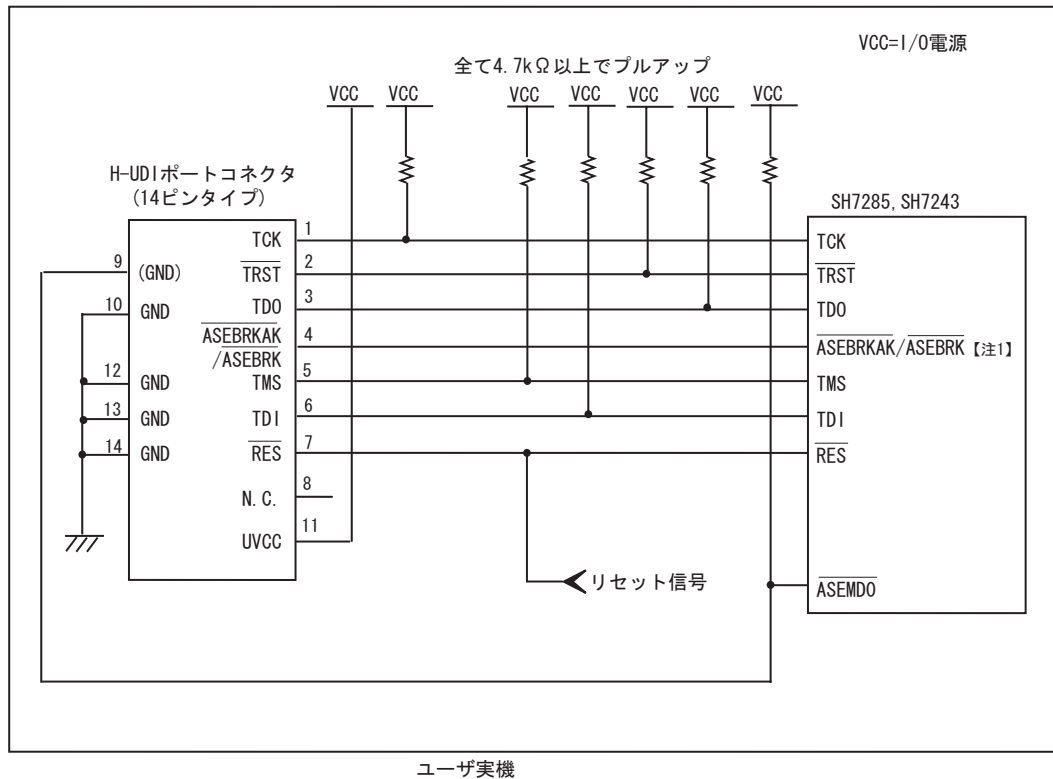

図 1.8 E10A-USB 使用時の H-UDI ポートコネクタ - チップ間の推奨接続例(14 ピンタイプ)
E10A-USB エミュレータ使用時の H-UDI ポートコネクタ(14 ピンタイプ)とチップ間の推奨接続例を図 1.7、図 1.8 に示します。
6. 図 1.7、図 1.8 に記載されている抵抗値は、参考値です。
- 図1.8の回路を組んだ場合のE10A-USBエミュレータのスイッチ設定：SW2=1, SW3=1